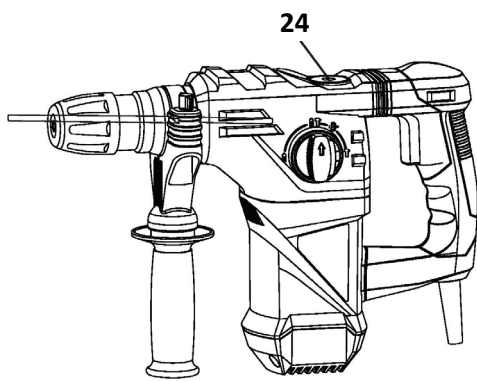

Рис.9
- Снимите сервисную крышку (24) (Рис.9) с помощью специального ключа, входящего в комплект изделия и тщательно сотрите старую смазку изнутри.
- Добавьте 25 г новой смазки в редуктор. После замены смазки надёжно установите и закрепите сервисную крышку (24) на место, не повредив и не потеряв сальник крышки.